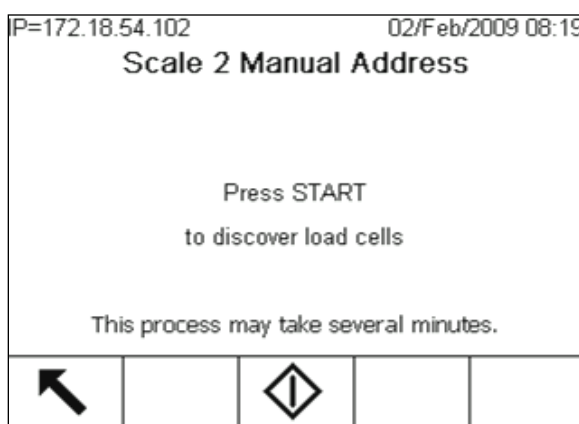

Figure 3-15 : Écran de démarrage de l'adressage manuel, PDX
- L'écran initial de démarrage de l'adressage manuel affiche l'invite suivante (Figure 3-15) :